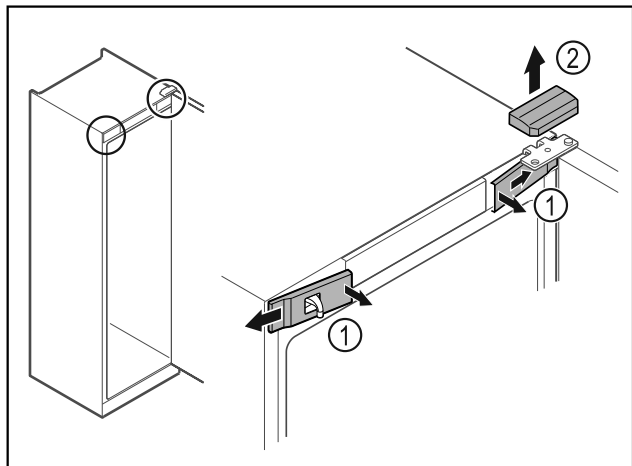

Fig. 2
- Voorste afdekkingen Fig. 2 (1) binnen ontgrendelen en naar de zijkant toe verwijderen.
- Bovenste afdekking Fig. 2 (2) naar boven toe verwijderen.